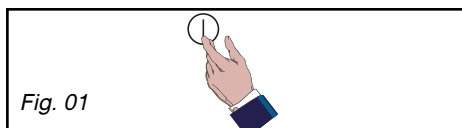

Fig. 01
– **Sélectionnez** le brûleur que vous souhaitez en appuyant sur la touche  de mise en marche (Fig. 01).